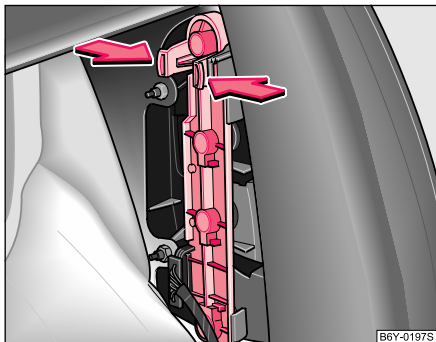

Fig. 165 Desmontar el portalámparas
- Presionar las pestañas de sujeción en la parte superior del portalámparas en el sentido de la flecha y sacar el portalámparas ⇒ **fig. 165**.